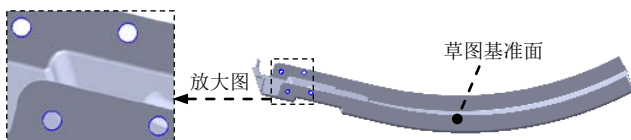

图 14.2.34 切除—拉伸 3
Step11. 创建图 14.2.34 所示的切除—拉伸 3。
(1) 选择命令。选择下拉菜单 **插入(I)** → **切除(C)** → **拉伸(E)...** 命令。
(2) 定义特征的横断面草图。
① 定义草图基准面。选取图 14.2.34 所示的表面作为草图基准面。